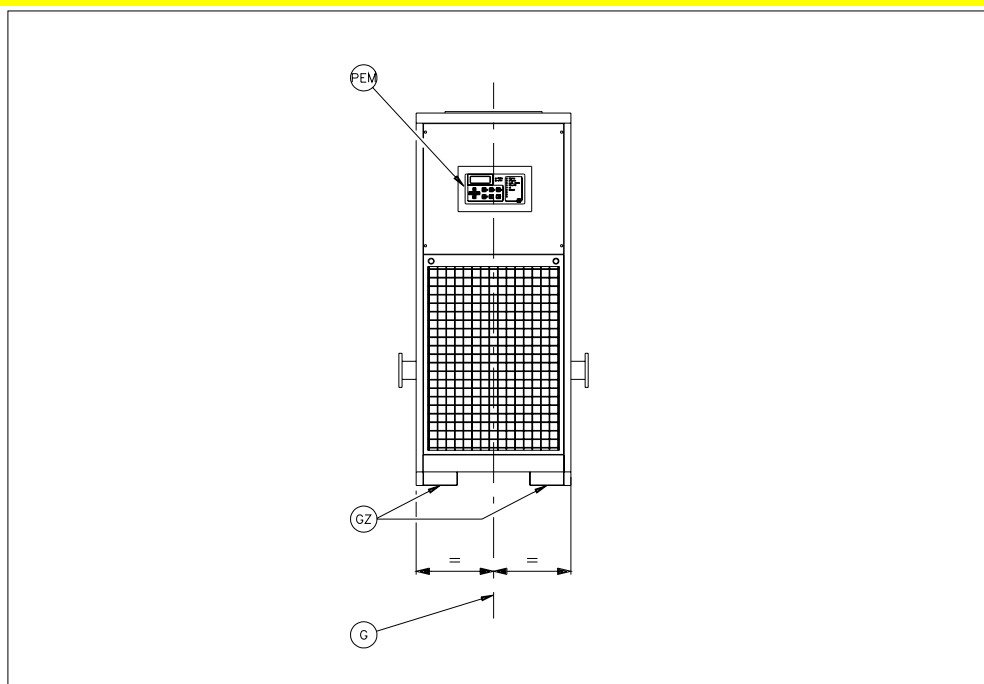
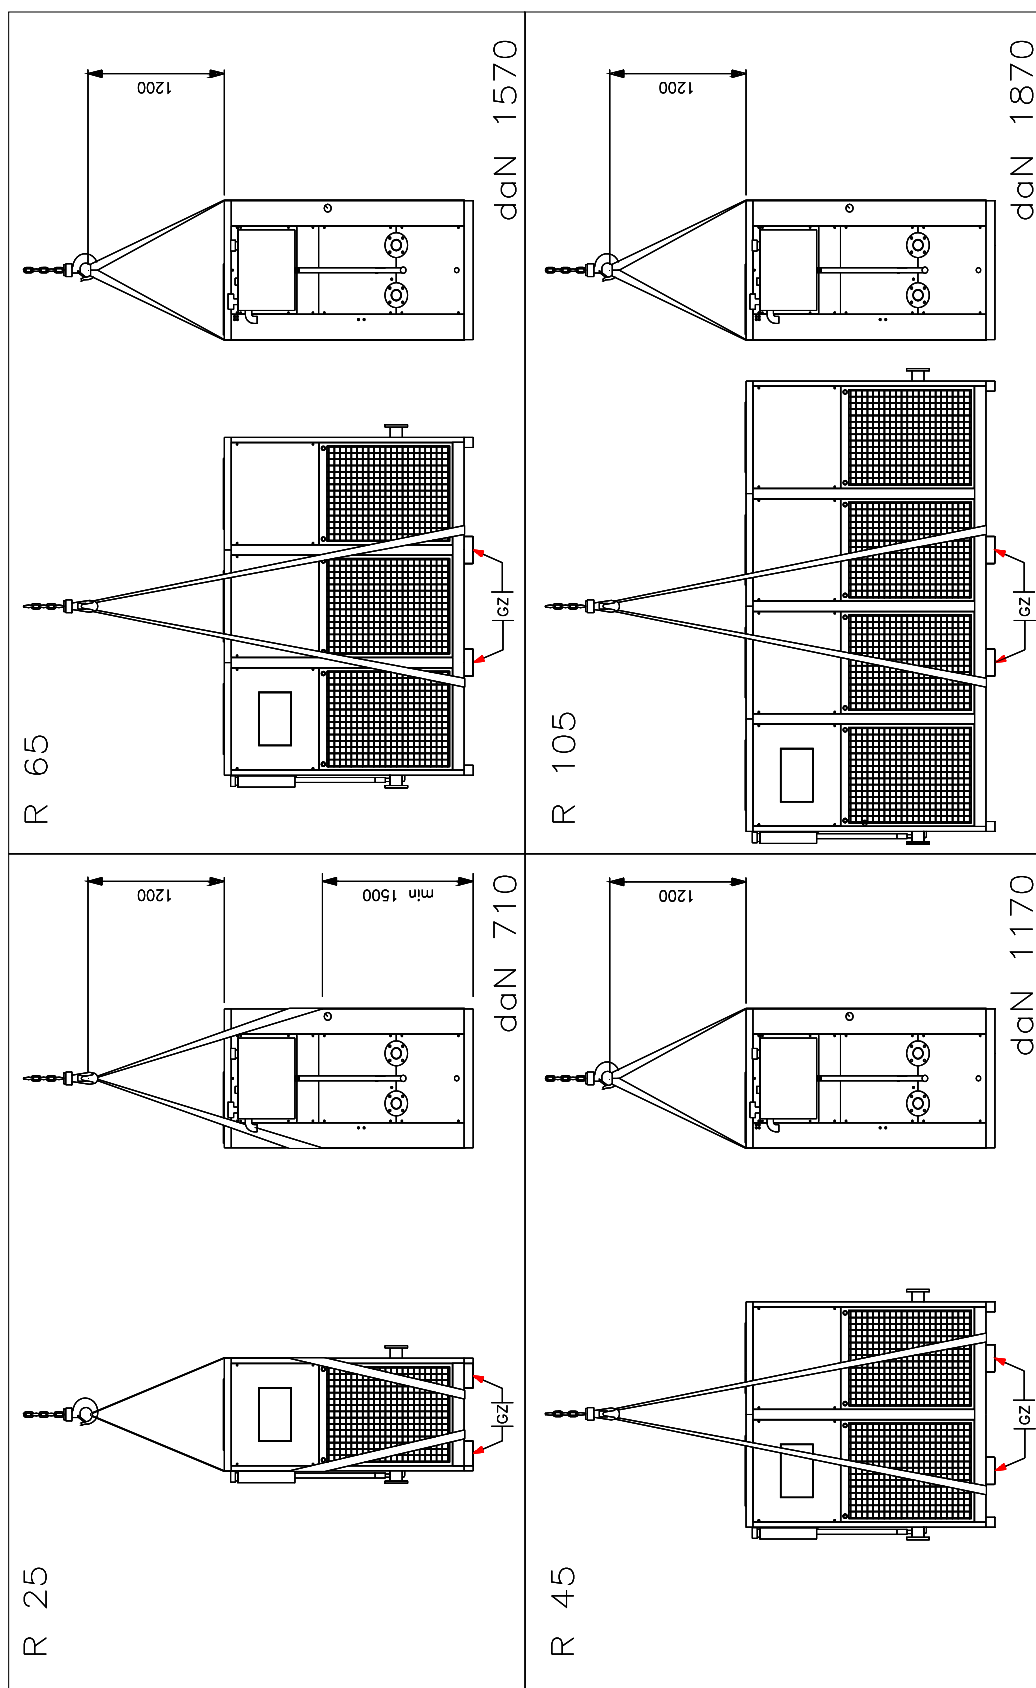

*fig. 10: MOD. RE 25 - DISPOSITIVI - DISPOSITIFS*
fig. 14: SOLLEVAMENTO CON CINGHIE - SOULÈVEMENT PAR COURROIES - 1 kg = 0,981 daN
Il sollevamento e lo spostamento della macchina devono essere effettuati utilizzando un elevatore a pale mobili ("muletto"). Tali pale vanno inserite nei due appositi fori del basamento contraddistinti da un adesivo di colore grigio con freccia rossa. Tali fori sono visibili nelle fig. 10, 11, 12 e 13, così come il centro di gravità della macchina.
In assenza di elevatore a pale le macchine possono essere sollevate e spostate tramite dispositivo di sollevamento a cinghie. Per una corretta movimentazione dei refrigeratori è necessario osservare attentamente la fig. 14 e seguire scrupolosamente le indicazioni date dalla figura stessa
*Ces trous sont visibles figures 10, 11, 12 et 13, ainsi que le centre de gravité de la machine. Si on ne dispose pas d'un chariot élévateur à bras, les machines peuvent être soulevées et déplacées à l'aide d'un dispositif à courroies. Pour déplacer correctement les refroidisseurs il est nécessaire d'observer et d'exécuter les indications données fig. 14.*
Di seguito è riportata la spiegazione dei vari elementi schematizzati nelle fig. 10, 11, 12 e 13.
*Suit l'explication des différents éléments schématisés fig.10,11,12 et 13.*